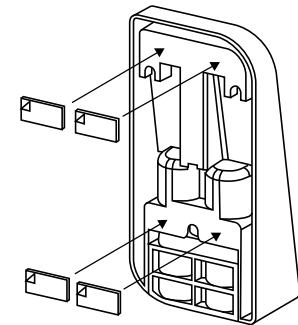

Abb. 7
- 2 Kleben Sie die beiliegenden Klebepads an die in der Zeichnung dargestellten Positionen und ziehen Sie die Trägerfolien ab (Abb. 7).